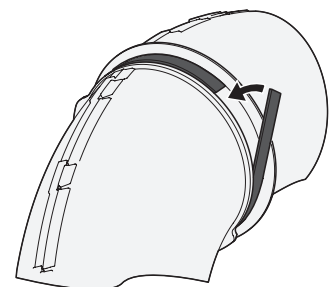

Figura 16
5. Retire el revestimiento de la tira de espuma autoadhesiva (721-04388) que se ha incluido con su colector de césped. Aplíquela al canal superior, a nivel contra la brida como se muestra en la Figura 16.